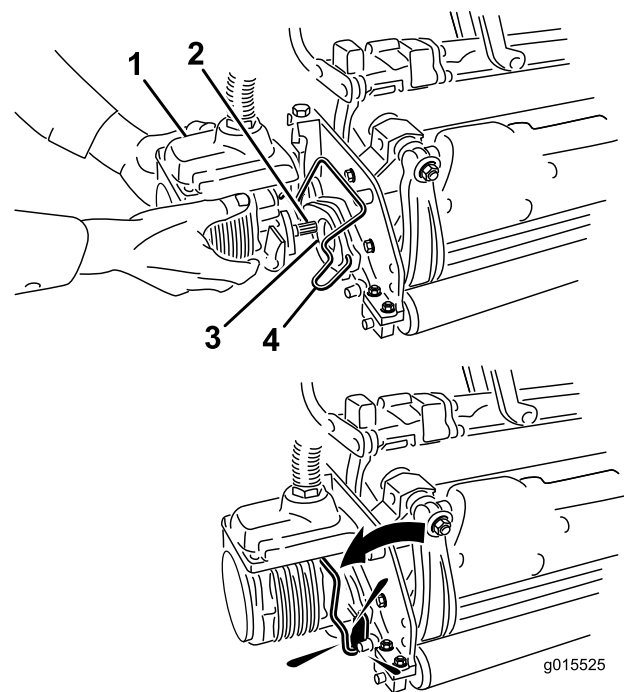

Figura 14
11. Cubra el eje acanalado del motor de la unidad de corte con grasa limpia (Figura 14).
12. Introduzca el motor en el lado izquierdo de la unidad de corte (visto desde el puesto del operador) y tire de la barra de retención del motor (en la unidad de corte) hacia el motor hasta que oiga un "clik" en ambos lados del motor (Figura 14).